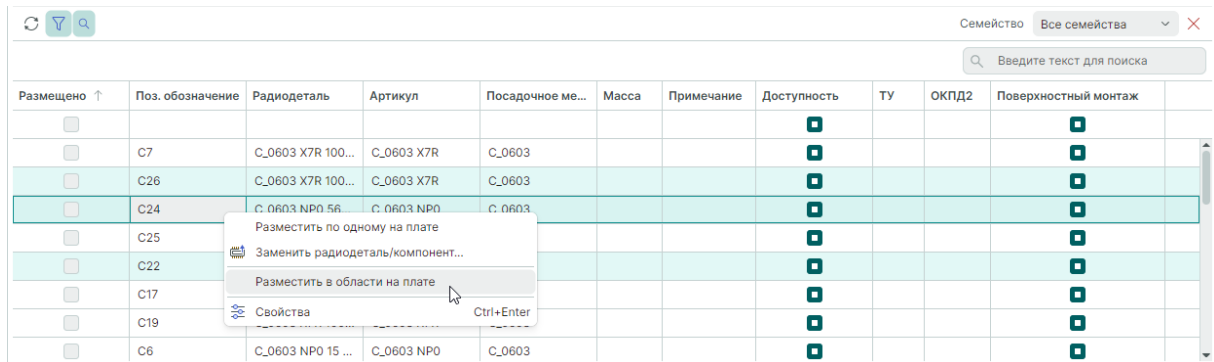

Рис. 135 Выбор группы компонентов для размещения на плате
4. Вызовите контекстное меню и выберите одну из команд группового размещения, см. Рис. 135.